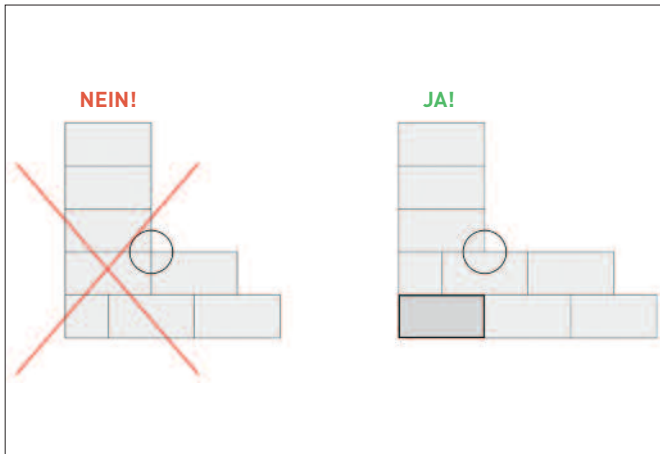

Abbildung 6: Anordnung der Stoßfugen bei Zaunsäulen
- Die Zaunsäulen sind so zu positionieren, dass die Stoßfugen übereinander befindlicher Steinreihen zueinander versetzt sind. Dies ist beim Versetzen des ersten Steines zu berücksichtigen. (Siehe Abbildung 6).